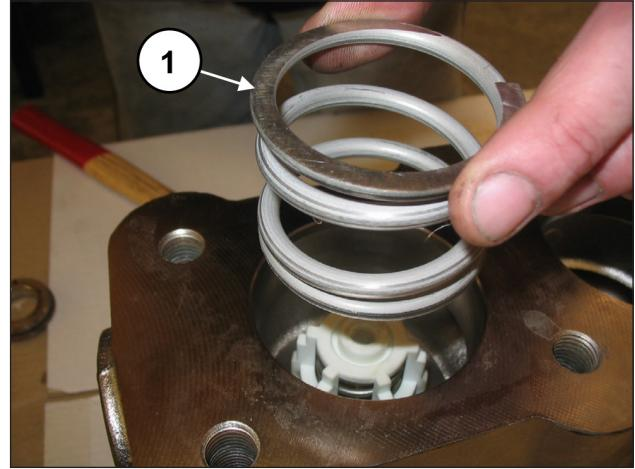

Рис. 109
Снимите пружину (поз. ①, Рис. 109).